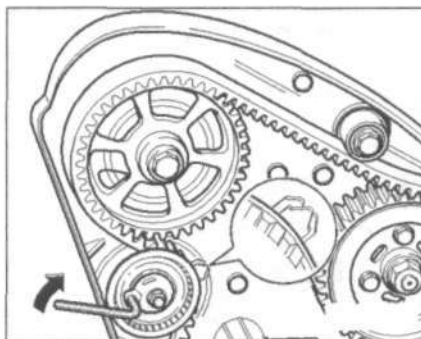

Рис. 7.16. Натяните зубчатый ремень ГРМ. Для этого прокрутите эксцентрик по часовой стрелке с помощью ключа так, чтобы метки совместились.
18. Натяните зубчатый ремень ГРМ (рис. 7.16). Для этого прокрутите эксцентрик по часовой стрелке с помощью ключа так, чтобы метки совместились.